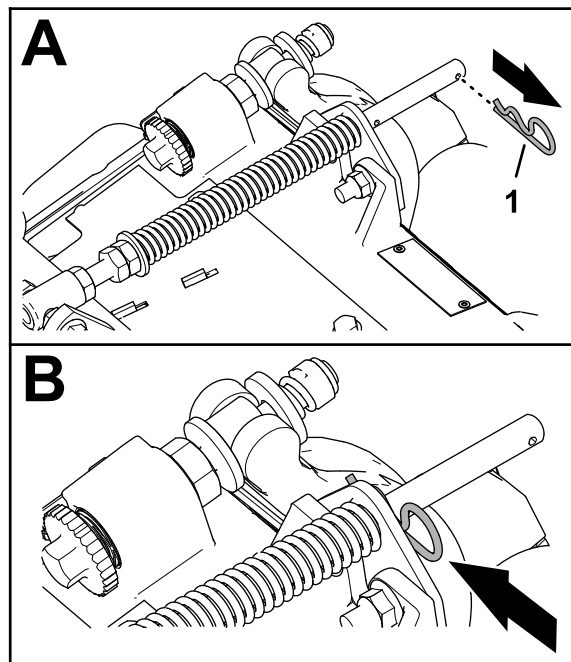

Figura 16
1. Dacă tiftul în formă de agrafă este montat în orificiul din spatele tijei arcului de compensare, îndepărtați tiftul și introduceți-l în orificiul din apropierea suportului (Figura 16).